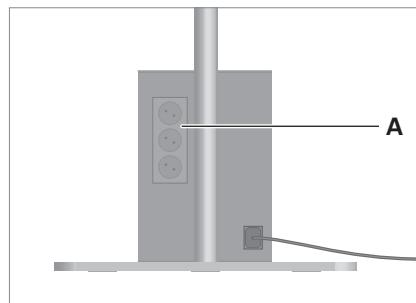

Fig. 11: Raccorder les appareils.
- ▶ Enfitez la fiche de secteur des appareils dans une prise de courant du bloc multiprises **A** de l'unité d'alimentation, voir Fig. 11.